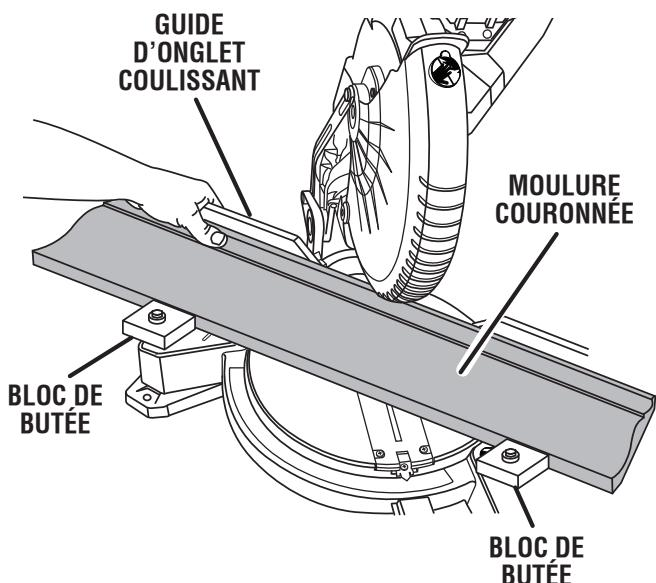

Fig. 37
- Maintenir la moulure, comme illustré à la Fig. 37, en posant la main sur le guide longitudinal et la moulure.